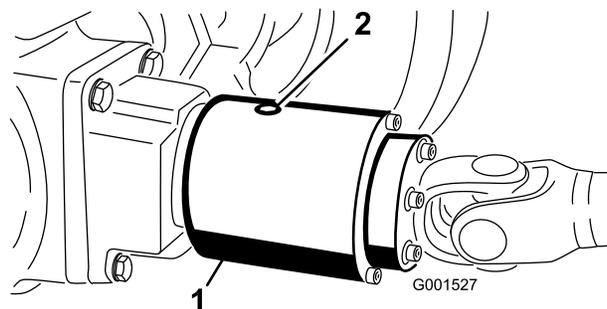

図 61
3. 点検プラグが時計の6時の位置にくるようにクラッチ 図 61 を回す。